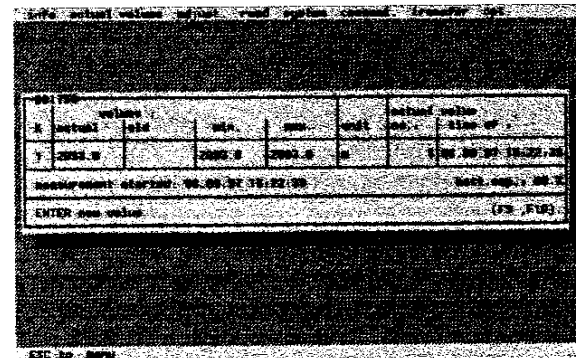

Fig. 10:
2.6 Tras haberse efectuado los ajustes del sistema, con el menú **Valores de medición actuales** (Fig. 10)
6.3 En el menú **Valores de medición actuales** (Fig. 10)